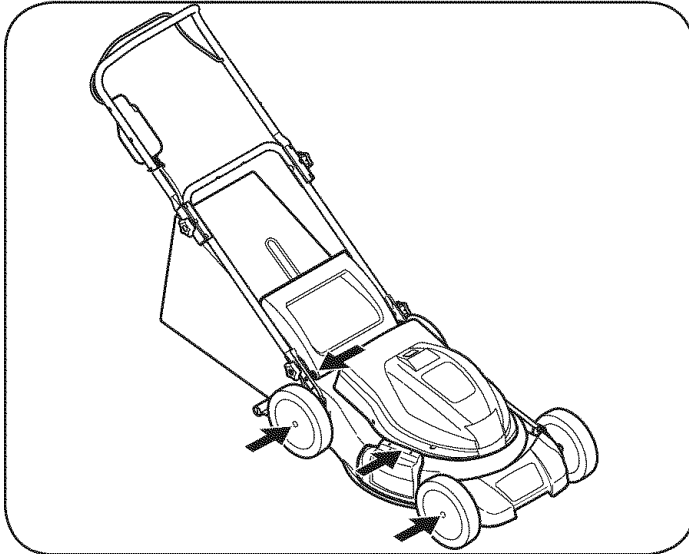

Figura 9
- Lubrique las ruedas por lo menos una vez por temporada con aceite ligero o aceite para motor. Si las ruedas se quitan por cualquier razón, debe lubricar la superficie del brazo giratorio y la superficie interna de la rueda con aceite ligero. Vea la Figura 9.
- Lubrique el resorte de torsión y el punto de pivote de la puerta trasera de descarga y clavija de abono lateral periódicamente con aceite ligero para evitar que se oxide. Vea la Figura 9.